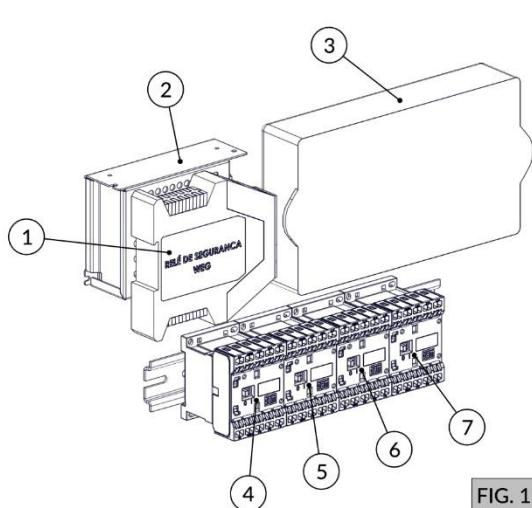
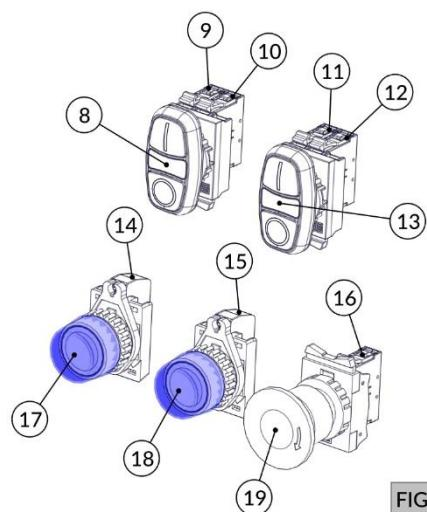

FIG. 15
FIG. 16
- c) Inspecione todo o conjunto de comandos (contatores (FIG. 15), relé de segurança (FIG. 15), chaves de acionamentos (FIG. 16) e chicote elétrico) e verifique se há contaminação destes componentes por agentes externos agressivos ao sistema, tipo: sabão, água, insetos, etc. Verificar também a integridade dos cabos elétricos e seus terminais elétricos. Caso haja contaminação do sistema, deve-se proceder a troca do componente degradado.